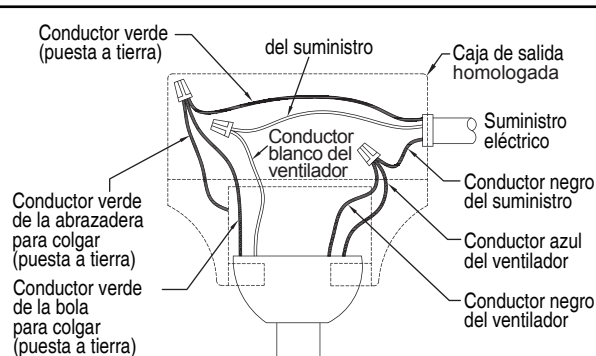

Figura 3
1. Fije bien la abrazadera para colgar a la caja de salida (no se incluye) con los tornillos y las arandelas provistas con la caja de salida. (Figura 3)
3. Luego de empalmar los cables y realizar la conexión, sepárelos y dóblelos hacia arriba con el conductor con conexión a tierra y el conductor con conexión a tierra del equipo debe ir en un lado de la caja de distribución eléctrica y el conductor sin conexión a tierra debe ir del otro lado. (Figura 3)